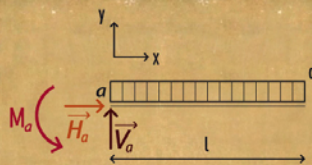

Figura 36. Diagrama de sólido libre
- Dibujamos el diagrama de sólido libre (figura 36)